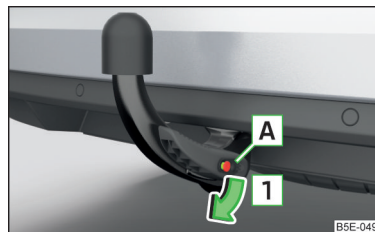

Fig. 174
- Îndepărtați apărătoarea [A] de pe încuietoare, în sensul săgeții [1] » fig. 174.